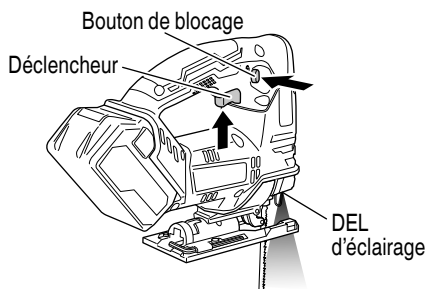

Fig. 19
2. Comment utiliser la DEL d'éclairage. (Fig. 19)